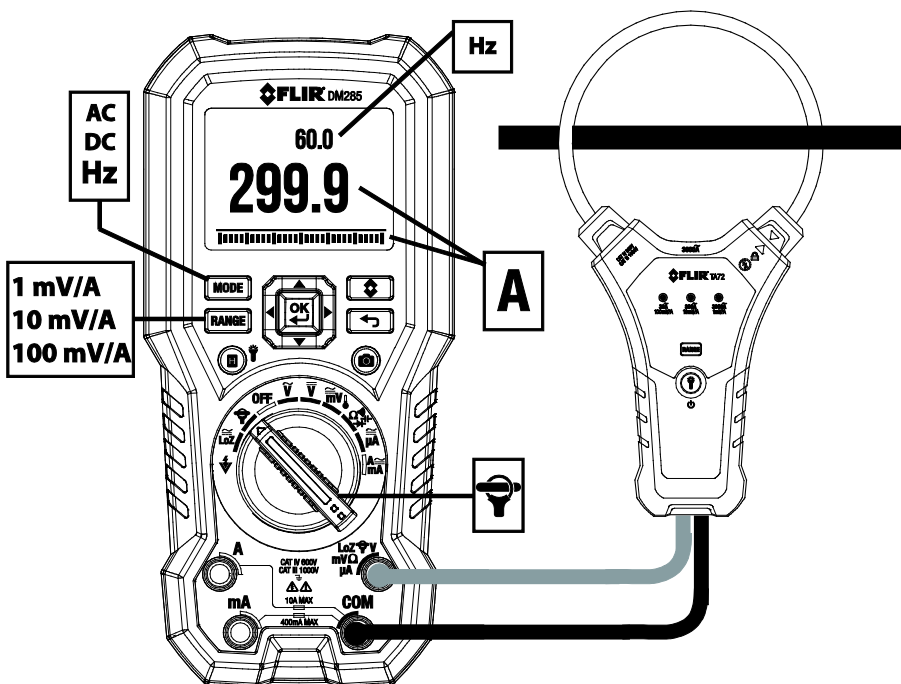

Bild 9-12 Använda FLEX-klämadaptern
2. Anslut en klämadapter såsom visas på **Bild 9-12**.